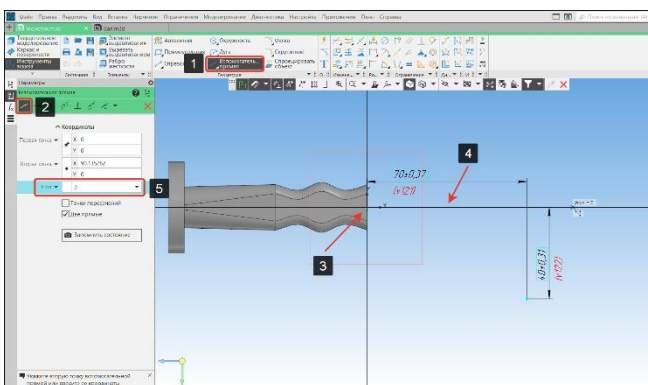

Рисунок 150 – Команда Вспомогательная прямая
- Построим вспомогательную прямую. В панели геометрия выберем команду вспомогательная прямая (1) подоперация вспомогательная прямая (2) (Рисунок 150);
- Из точки 3 начнем построение прямой (4), в окне угол (5) зададим числовое значение: 0 градусов (Рисунок 150);